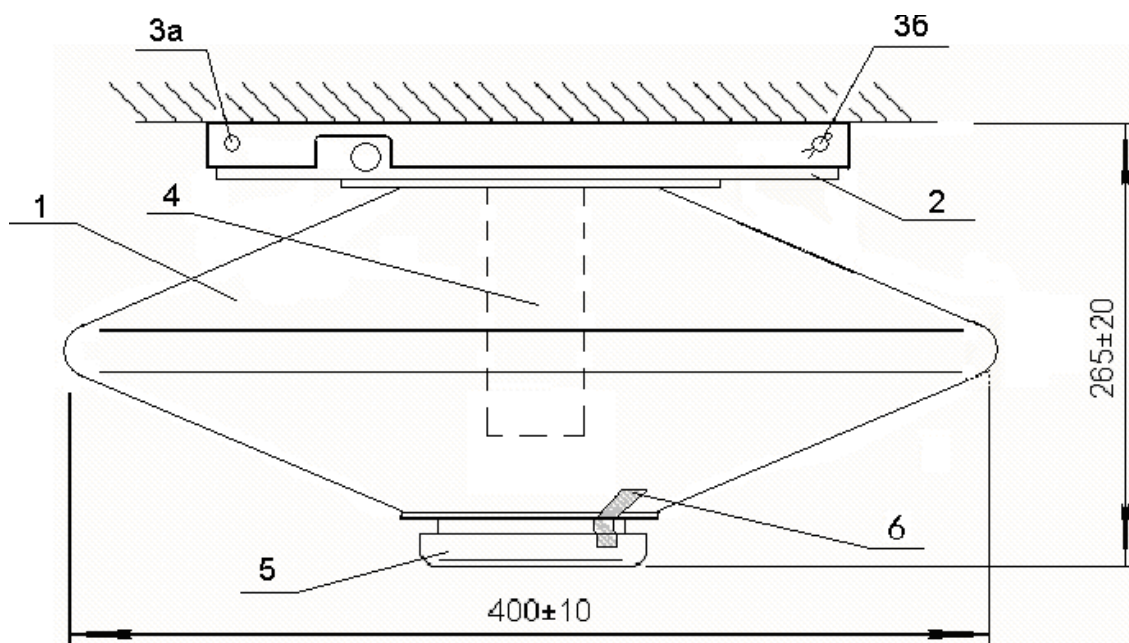

Рис. 1 – Конструкция МПП «Гарант-12»
4.1 Модуль МПП(р)-12-И-ГЭ-УХЛ кат. 3.1 конструктивно состоит из следующих основных элементов (рис. 1)1:
- корпуса, заполненного огнетушащим порошком типа АВС (1);
- узла крепления (2) к крепежной площадке с двумя осями (3а и 3б);
- газогенератора (4) с электроактиватором;
- выпускного мембранного узла (5).